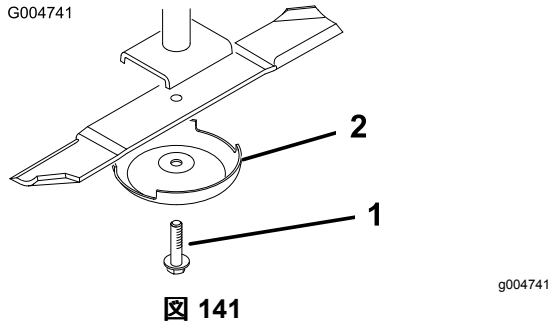

図 141
3. スピンドルのシャフトからブレードボルト、芝削り防止カップ、ブレードを取り外す 図 141。